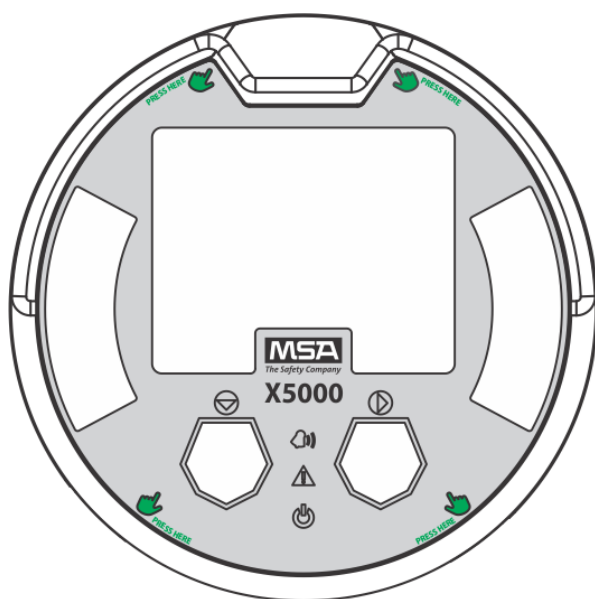

Fig. 14 Locaties aangegeven waar men op moet drukken bij vervangen van een board-stack
- (5) Controleer of de sensoraansluiting stevig op de klemmenkaart is bevestigd.
- (6) Verbind de aarde van de sensor met een van de aardingsschroeven binnen in de ULTIMA X5000-behuizing.
- (7) Zet de pootjes van de board-stack in de vier putjes in de behuizing. Druk stevig op de board-stack op de aangegeven plaatsen (zie Fig. 14).